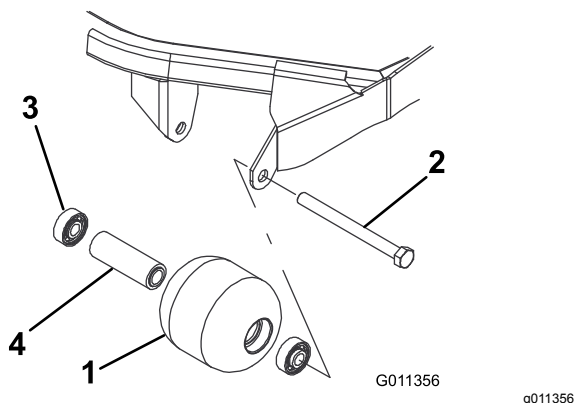

Figura 86
1. Retire el perno de montaje del rodillo (Figura 86).
1. Introduzca a presión el primer cojinete en el alojamiento del rodillo (Figura 86). Haga presión solamente sobre el anillo de rodadura exterior, o de forma igual sobre el anillo exterior y el interior.
2. Introduzca el espaciador (Figura 86).
3. Introduzca a presión el segundo cojinete en el alojamiento del rodillo (Figura 86) haciendo presión igualmente sobre el anillo de rodadura interior y el exterior hasta que el anillo de rodadura interior entre en contacto con el espaciador.
4. Inspeccione el alojamiento del rodillo, los cojinetes, y el espaciador del cojinete (Figura 86).